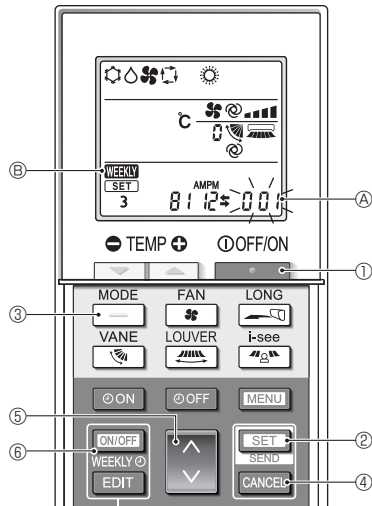

Fig. 6-7
#### 6.9.8. Désactivation du mode AUTO (Fig. 6-7)
- Appuyez sur la touche ① pour arrêter le climatiseur.
- Si la minuterie hebdomadaire est activée, appuyez sur la touche ⑩ pour la désactiver. ( disparaît.)
- Appuyez sur la touche ② pendant 5 secondes.
- Appuyez sur la touche ⑤.
- Achèvement des réglages (Fig. 6-7)